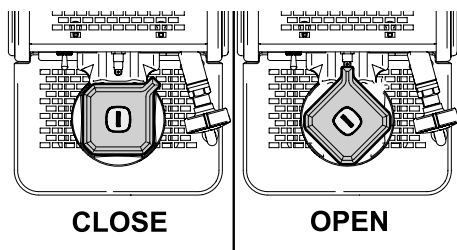

fig. 5.6
- Tourner complètement dans le sens horaire la palette d'infusion pour arrêter le flux de l'eau (fig. 5.6)